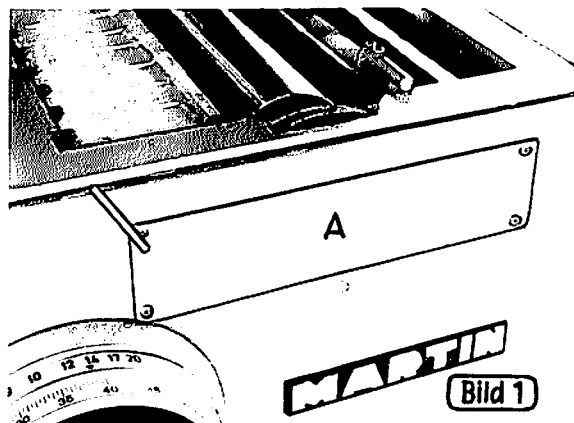

Bild 1
- 2.) Abdeckung (A Bild 1) abschrauben.